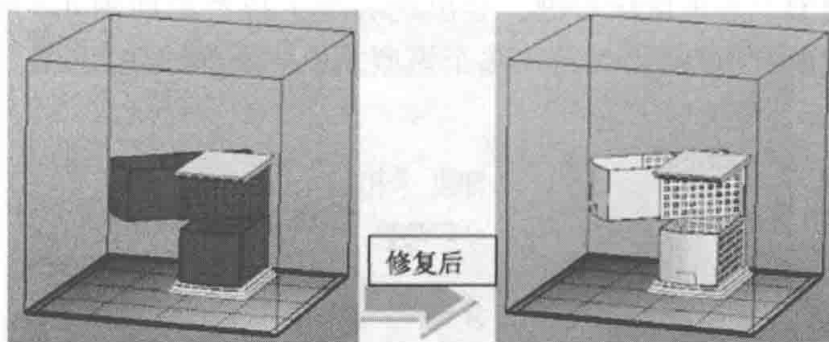

图 4-6 模型修复完成
(4) 修复 STL 文件。UP! 软件具有修复模型坏表面的功能。在修改菜单项下有一个“修复”选项，选择模型的错误表面，点击“修复”选项即可，如图 4-6 所示。